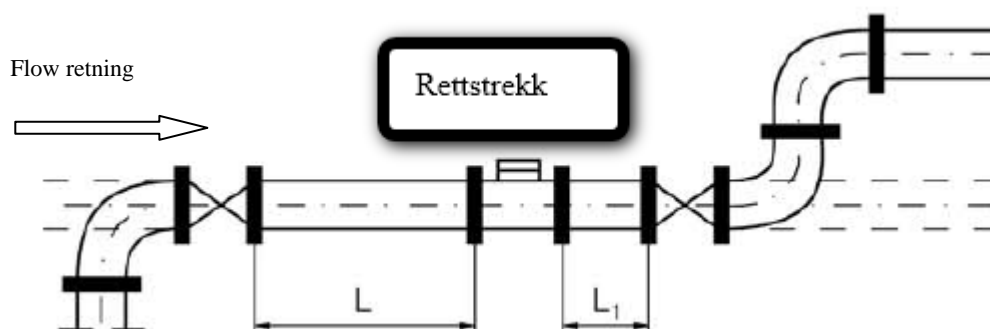

Fig. 1.
5.6 Vannmåler må monteres på røret slik at luftlomme ikke kan oppstå, og at røret er helt væskefylt. (Se fig. 1)
5.9 For å unngå negativ forstyrrelser på flow profil, på grunn av bend, ventiler og andre elementer i installasjonen, er det å anbefale rettstrekk før måler på  $L = 3 \times DN$  (målerens nominelle diameter  $\times 3$ ) og  $L1 = 2 \times DN$  etter måler (fig. 1).